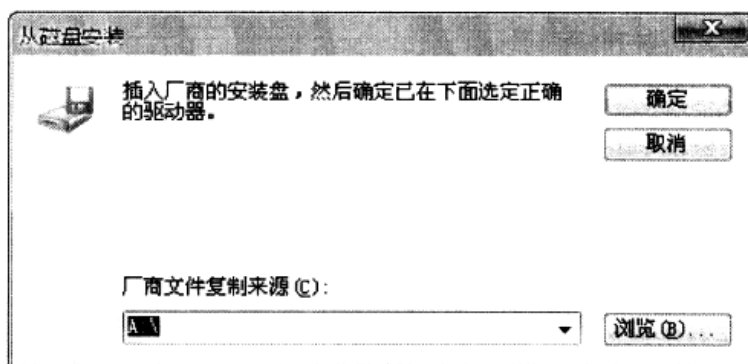

图 1-23 仿真器识别步骤 4
- ④ 单击“浏览”，如图 1-23 所示。
- ⑤ 选择 CCS 安装路径下的 HDSP - XDS510 USB2.0 Driver 文件夹下的 usb510.inf 文